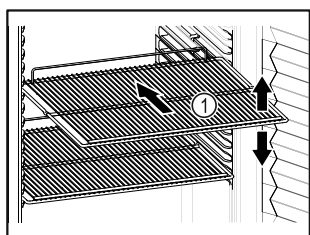

Fig. 58
- ☐ Ha a tároló rácsok Fig. 58 (1) áthelyezhetők, akkor igazítsa be őket a kívánt magasságnak megfelelően.